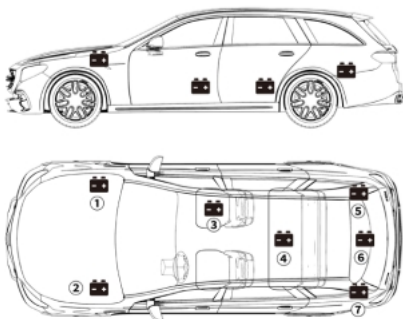

Figura 3.1.1
- 1) La maggior parte dei modelli tiene la batteria nel vano motore, sotto il cofano, in uno degli angoli anteriori. Vedere la posizione della batteria ① e ② nella figura 3.1.1.
- 2) Per bilanciare la distribuzione irregolare del peso, alcuni produttori tengono il motore nel bagagliaio. Vedere la posizione della batteria ⑤, ⑥ e ⑦ nella Figura 3.1.1. In questo caso, la batteria potrebbe avere un coperchio di plastica che dovrebbe essere rimosso prima di qualsiasi test.
- 3) Per alcuni modelli, la batteria potrebbe essere conservata sotto il sedile posteriore. Vedere la posizione della batteria ④ nella Figura 3.1.1.
- 4) Per altri veicoli, la batteria può essere collocata sotto il sedile del passeggero. Vedi posizione della batteria ③ nella Figura 3.1.1.